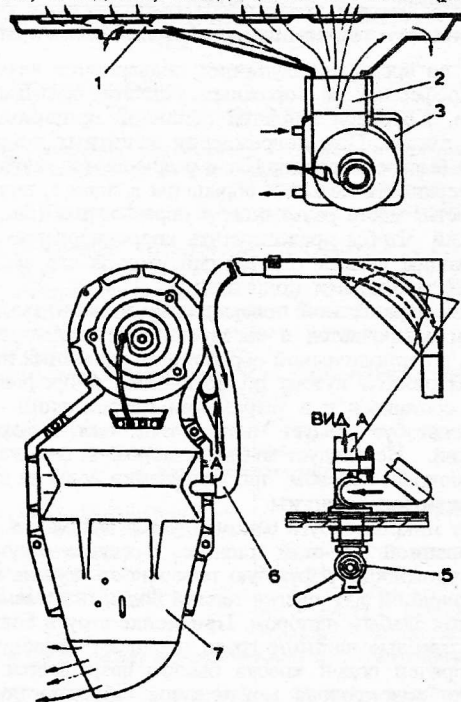

Рис. 308. Отопители:
**Отопление и вентиляция.** Система отопления состоит из двух отопителей; переднего, расположенного в кабине водителя, и заднего, находящегося в салоне (рис. 308).